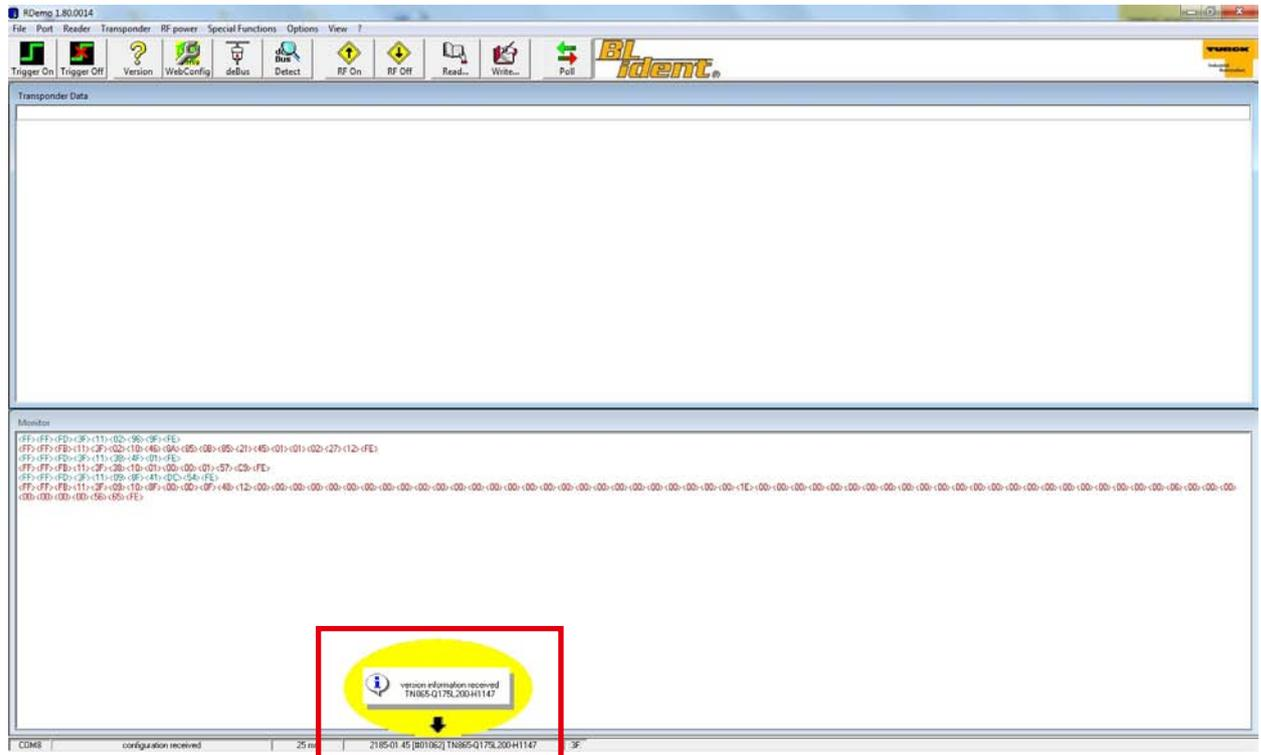

Abb. 39: Meldung „version information received“
- Die Meldung „version information received“ wird angezeigt (s. Abb. 39).